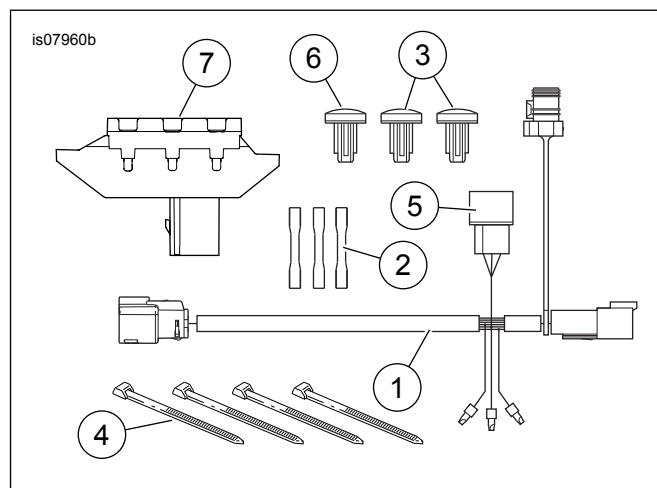

Figure 3. Pièces de rechange, faisceau de connexion électrique
Voir Figure 3 et Tableau 3.
- Retirer le panneau de blocage. Voir le manuel d'entretien. Voir Figure 3. Installer le panneau de commutateurs (7) et les commutateurs (3) et (6) avec les commutateurs « ACC » (accessoire) en position centrale et sur la droite.
Voir Figure 3. Le relais (5) doit être positionné avec les bornes tournées vers le bas.